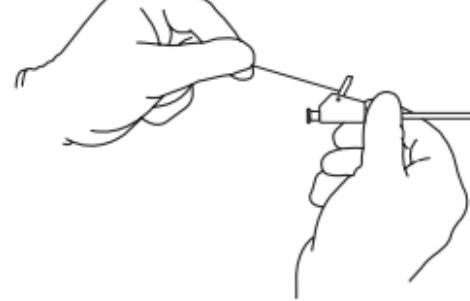

Abb. 1
- a. Die Mac-Loc Ansatzeinheit mit einer Hand stabilisieren und den Faden zurückziehen, um die distale Stentschlaufe zu formen. (**Abb. 1**)